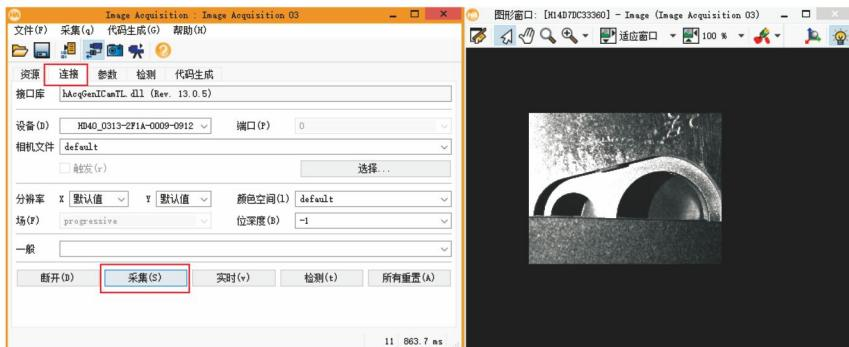

图38 “相机内触发采集”界面
- 如下图38，点击【连接】，进入连接页面，点击【采集】按钮，相机内触发拍摄图像。